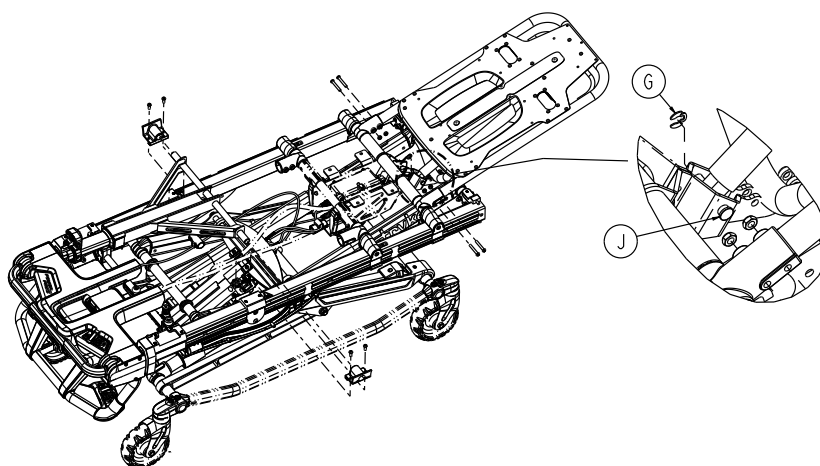

Figure 17 – Retirer le circlip et la goupille du vérin du relève-buste
6. À l'aide d'un petit tournevis à fente, retirer le circlip (G) et la goupille du vérin de relève-buste (J) qui fixent le bas du vérin pneumatique au support (Figure 17). Conserver le circlip et la goupille du vérin de relève-buste.